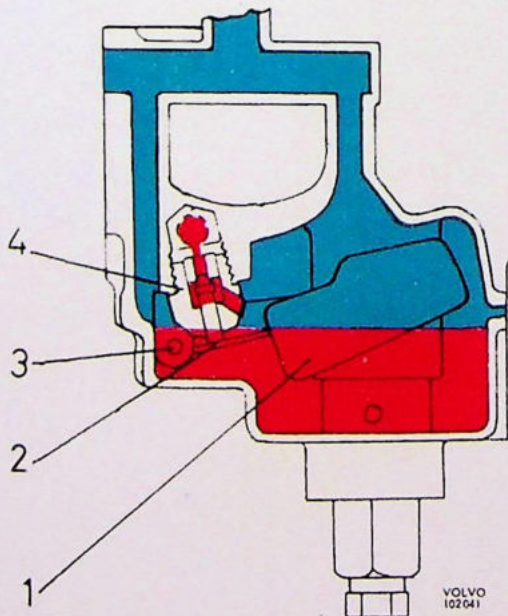

Fig. 2-64. Vlottersysteem (Stromberg)
De benzine stroomt in de vlotterkamer via de vlotternaald (4, Fig. 2-64). De vlotter (1), die dubbel is uitgevoerd, is gelagerd in een brug, die aan de onderzijde van het karburateurhuis is bevestigd. Als het benziniveau stijgt, rijst de vlotter en door middel van de vlotterarm (2) en lip sluit de naald op z'n zitting af wanneer het juiste niveau is bereikt.